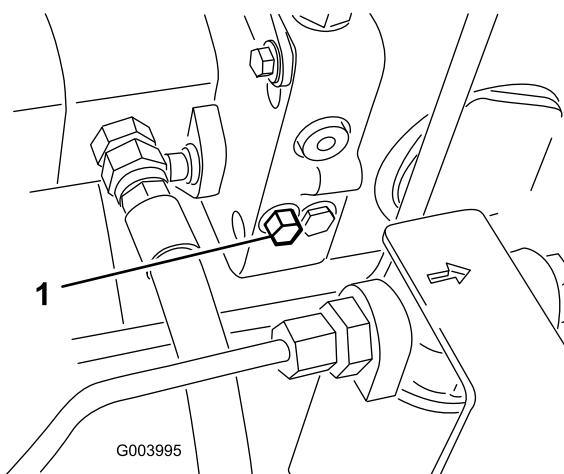

図 22
1. バイパスバルブはハイドロスタットの左側にある(図 22)。バイパスバルブを右または左1~1.5回転させると内部でバイパスが形成される。これにより、トランスミッションを破損することなく、機械を押して低速で移動できるようになる。